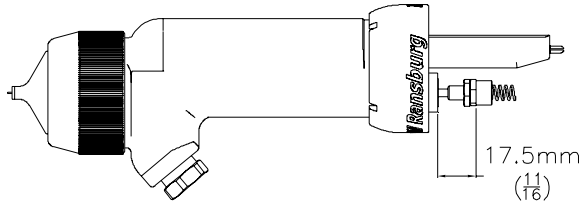

Figura 38: Dimensiones de la tuerca de ajuste del gatillo
18. Ajuste el retén del resorte del eje de la aguja hasta que la parte trasera del hexágono esté a 11/16 pulg. (18 mm) de la superficie trasera de la cámara de empaque del tambor (vea la Figura 38).